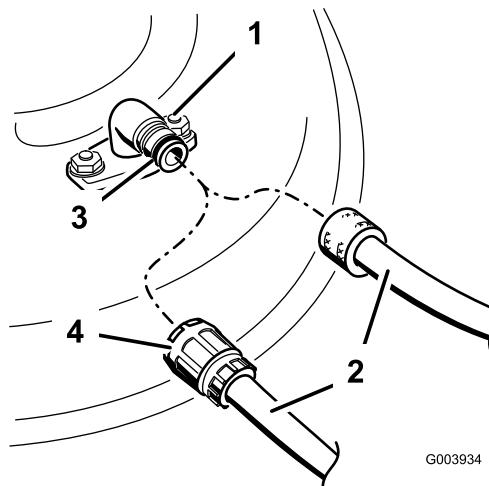

Figura 62
- Conecte el acoplamiento de la manguera al extremo del conector de lavado del cortacésped, y abra el grifo al máximo (Figura 62).